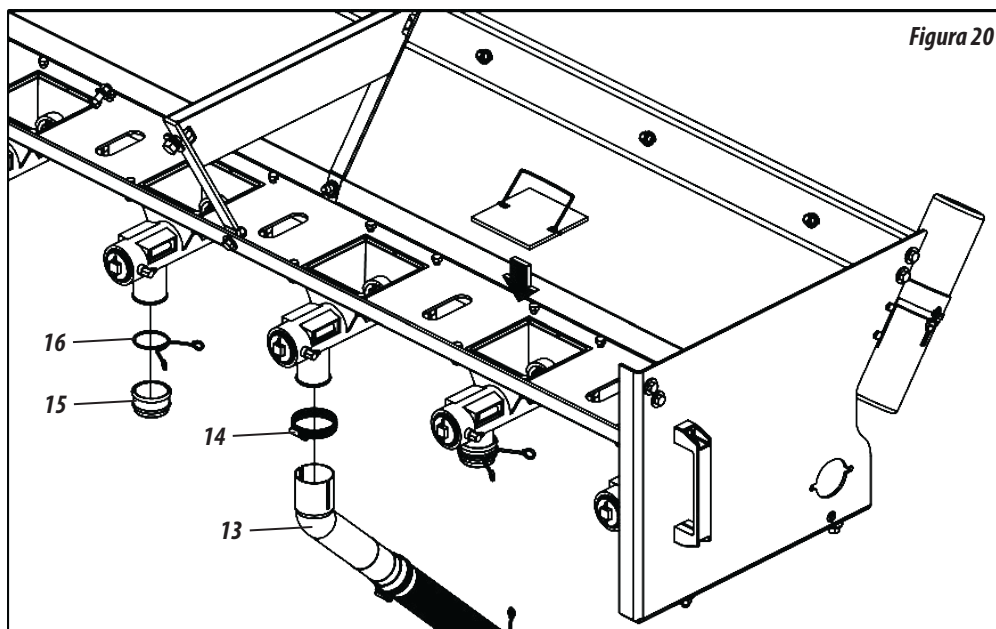

Figura 20
- 1- Ao retirar as linhas para regular os novos espaçamentos, retire também as suas respectivas bicas condutoras de adubo (13) através da presilha (14) e feche as saídas do depósito, colocando o tampão (15) e travando com a presilha (16).
- 2- Em seguida, feche as entradas do depósito, colocando a tampa (17), **conforme mostra a figura 20.**